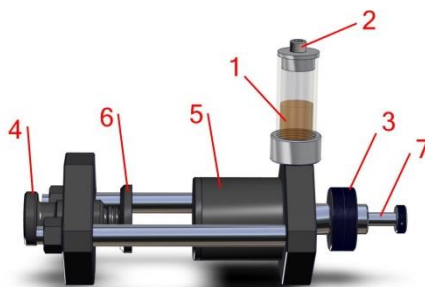

Figura 5.5.1
1. Rimuovere il dado di montaggio dell'accessorio (Figura 5.5.1, particolare 3) dal telaio di supporto dell'accessorio per la misura della resistenza a compressione elevata.
2. Far scorrere delicatamente l'accessorio per la misura della resistenza alla compressione elevata sul braccio di serraggio mobile (Figura 7.3, particolare 12) dell'apparecchiatura per testare la resistenza delle terre da fonderia. Riposizionare il dado di montaggio (Figura 5.5.1, particolare 3) e stringere a mano per fissare l'accessorio sul braccio di serraggio mobile dell'apparecchiatura per testare la resistenza delle terre da fonderia (vedi Figura 5.5.2).
La morsa di compressione a verde (Figura 5.1.1, particolare 3) deve essere installata sul supporto-morsa fisso dell'apparecchiatura per testare la resistenza delle terre da fonderia. La morsa di compressione a verde fornirà una superficie piana contro cui andrà a premere l'estremità dell'asta scorrevole (Figura 5.5.1, particolare 7) durante la prova di compressione.
3. Tirare l'asta di scorrimento (Figura 5.5.1, particolare 7) verso la morsa di compressione posta sulla morsa fissa dell'apparecchiatura per testare la resistenza. Tirare l'asta scorrevole fino a quando è completamente estratta.
4. Posizionare delicatamente un provino di terra da 2" x 2" (50 mm x 50 mm) tra la testa mobile (Figura 5.5.1, particolare 5) e la morsa fissa (Figura 5.5.1, particolare 6) dell'accessorio per la misura della resistenza a compressione elevata. Per mezzo del dado di regolazione della morsa del provino stringere lentamente il provino di terra tra la testa mobile e la morsa fissa per bloccare il provino di terra tra le due morse. Stringere il dado di regolazione della morsa del provino quanto basta per bloccare il provino di terra, non stringere eccessivamente il dado.
- » Con l'accessorio per la misura della resistenza alla compressione elevata montato sull'apparecchiatura per testare la resistenza delle terre da fonderia in posizione verticale rimuovere il tappo dello sfianto (Figura 5.5.1, particolare 2).
- » Muovere rapidamente a mano l'asta di scorrimento (Figura 5.5.1, particolare 7) dentro e fuori per far uscire eventuali bolle d'aria presenti nel sistema passando per il serbatoio dell'olio (Figura 5.5.1, particolare 1). Una volta che tutte le bolle d'aria hanno raggiunto il serbatoio dell'olio, ripetere l'operazione e continuare fino a quando non si vedono più uscire bolle d'aria dall'olio contenuto nel serbatoio.